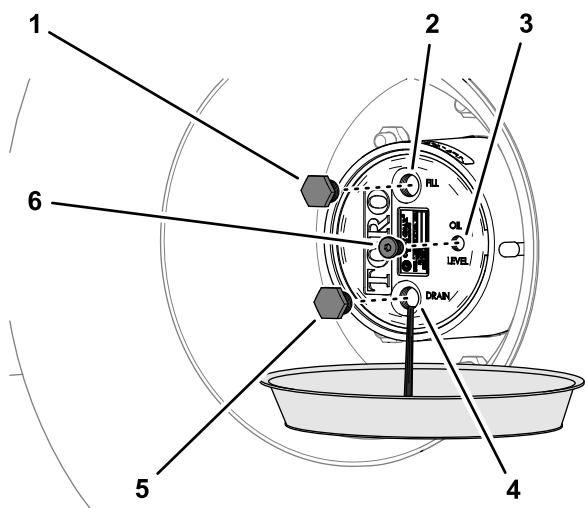

Figura 86
2. Posizionate una bacinella di spurgo sotto il mozzo dei riduttori planetari, rimuovete il tappo di spurgo, il tappo di riempimento e il tappo di controllo e lasciate spurgare completamente il lubrificante (Figura 86).